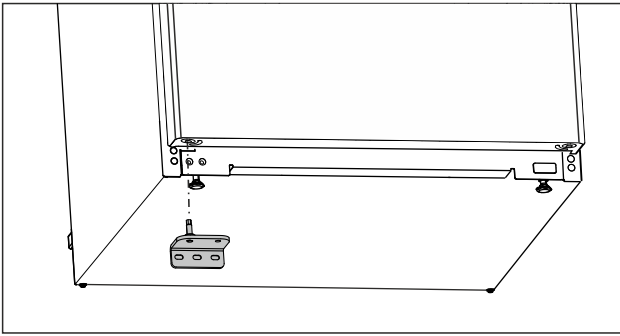

Fig. 24
- ▶ Nasadte ložiskovú konzolu na opačnú stranu. (pozri Fig. 24)